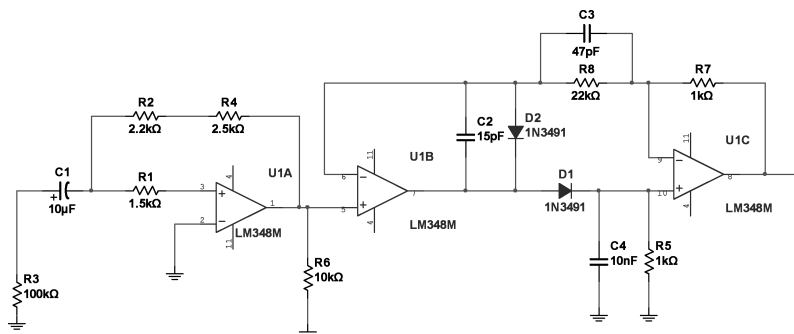

图 5-87 放置接地电源
11) 单击“元器件”工具栏中的“放置源”按钮，在 Sources 库的“系列”栏选择“POWER_SOURCES”→“GROUND”，双击该接地电源，放置电源，本例共需要 5 个接地，结果如图 5-87 所示。